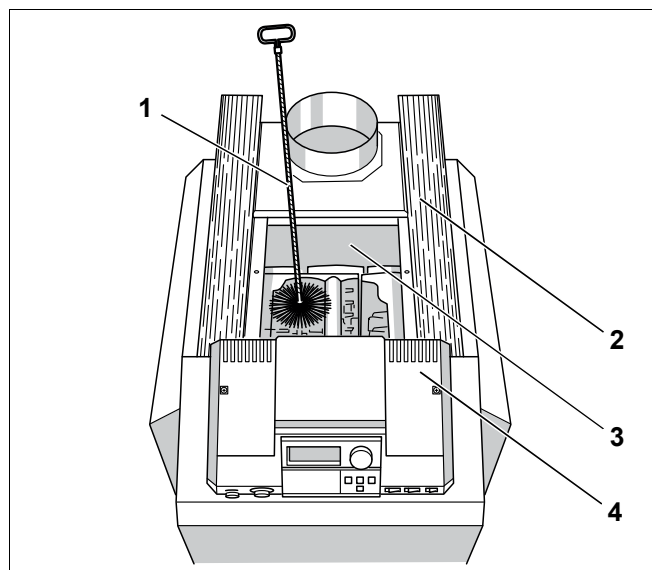

Рис. 41 Чистка газоотводящих каналов
- Откинуть в сторону теплоизоляцию (рис. 41, поз. 2).
- Снять крышку для чистки коллектора дымовых газов (рис. 41, поз. 3).
- Прочистить газоотводящие каналы щеткой для чистки (рис. 41, поз. 1).
- Удалить крышку для чистки с коллектора дымовых газов (рис. 41, поз. 3).